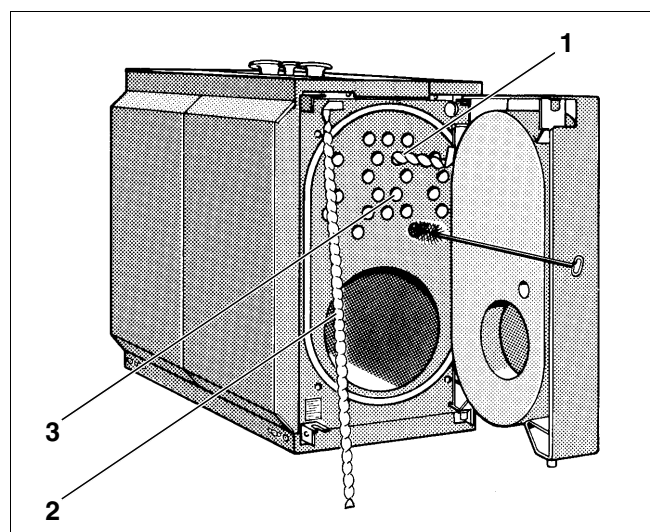

Fig. 27 Limpeza da caldeira de aquecimento
- Retire os turbuladores (fig. 27, **item 1 + 2**) dos tubos de aquecimento suplementar.
- Escove os tubos de aquecimento suplementar (fig. 27, **item 3**).